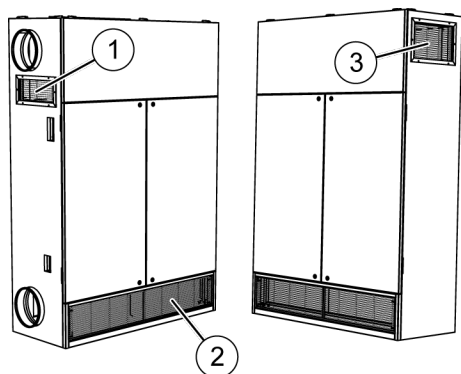

Abb. 113: Luftgitter
1. ➔ Die Luftgitter (Abb. 113/1 bis 3) z. B. mit einem Staubsauger absaugen.